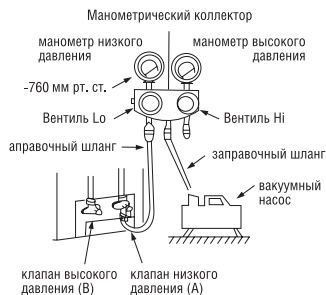

Рис.16
- 7.1. Снимите заглушки с запорных клапанов А, В, С, D. Подключите заправочный шланг распределительного коллектора к заправочному порту клапана низкого давления на стороне газовой трубы (рис.16).